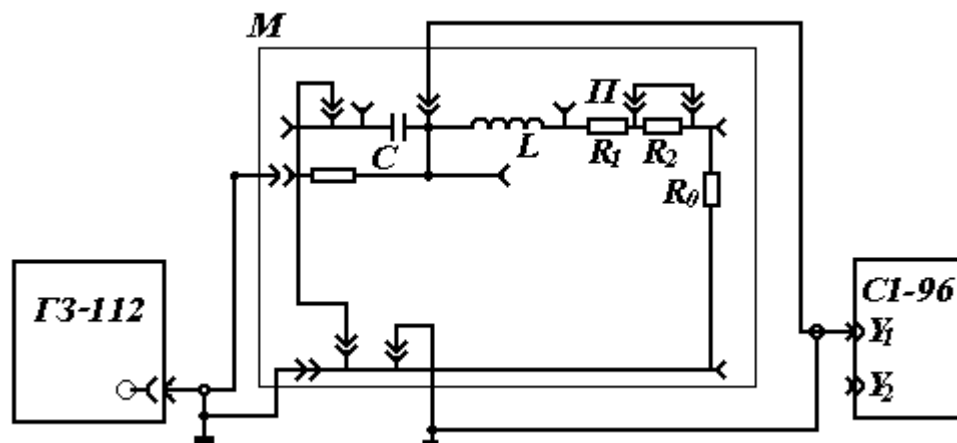

Рис.3
Принципиальная схема лабораторной установки приведена на рис. 3.
1. Соберите электрическую цепь измерительной установки согласно рис.3; включите генератор и осциллограф в сеть, соблюдая меры техники безопасности, и дайте им прогреться в течение 5-7 минут.